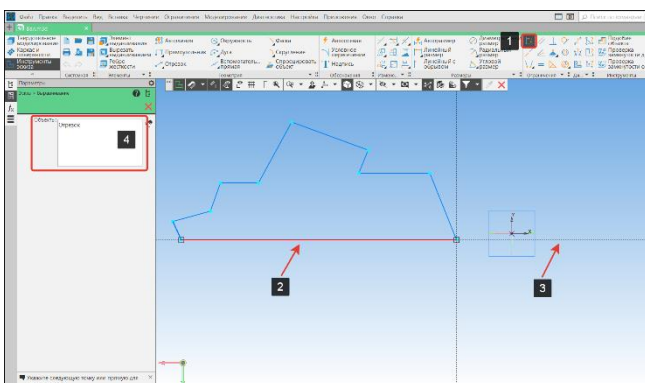

Рисунок 92 – Базовый отрезок
- Для удобства работы с ограничениями создадим базовый отрезок. В панели ограничения выберем команду Выравнивание (1) (Рисунок 92);
- Укажем базовый отрезок (2) и горизонтальную прямую (3). Программа автоматически наложит ограничение горизонтальность на отрезок (2). В окне объекты (4) отобразится выбранный отрезок (Рисунок 92);